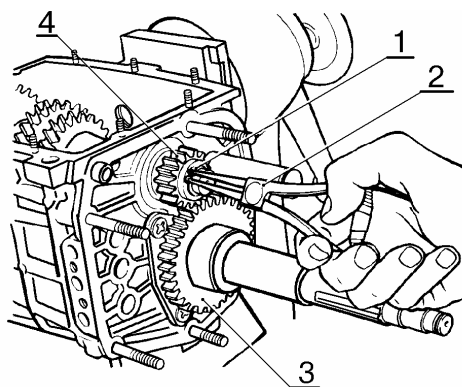

Рис.21. Снятие стопорного кольца шестерни заднего хода с промежуточного вала:
- снять с промежуточного вала стопорное кольцо 1, рис.21, ведущей шестерни 4 заднего хода, шестерню 4 и пружинную шайбу (щипцы);